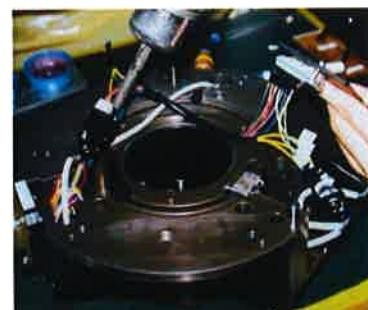

Fig. 5
- 2) 变成Fig. 5所示的状态。
- 1) 切断Fig. 5所示状态下包含的软管，拆下接头。(请参阅Fig. 5)
5. 中间接头ASSY的安装(请参阅Fig. 5、6)
6. LED ASSY的安装(请参阅Fig. 5)